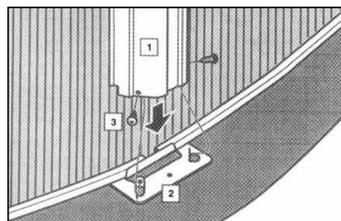

fig. 27
a.- Alignez le bas de l'un des profils verticaux (VER) (1), avec les deux petites languettes T1 (2). Les languettes doivent être à l'intérieur du profil vertical (fig. 27).
b.- Aligner les trous pour mettre les vis TO2 (3), (Ref.550-mod 230 / 350 / 460 – Réf. 551-mod 550 - Réf. 552-mod 640), des deux côtés du profil vertical, vous assurant qu'ils fixent dans les trous des languettes de la plaque de T1 (2), (fig. 27) **IMPORTANT: NE PAS ANCRER LES COLONNES AU SOL AVEC LES VIS NI AUCUNS ÉLÉMENTS DE FIXATION.** La garantie est perdue si vous ancrez la piscine au sol.